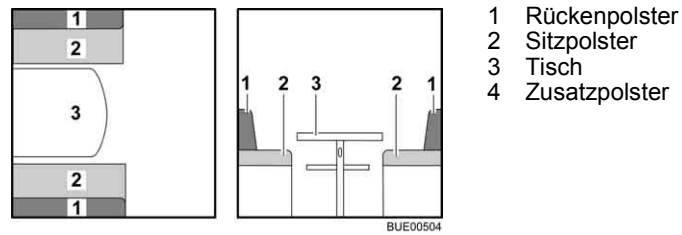

Bild 71 Vor dem Umbau
- Tisch (Bild 71,3) zum Bettunterbau umbauen (siehe Abschnitt 6.11).